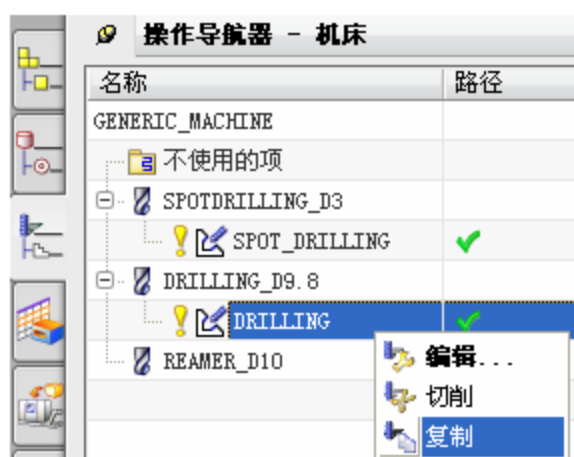

图 7-28
- 单击  生成刀轨，如图 7-28 所示，单击 OK 保存。
- 单击  生成铰孔刀轨，如图 7-28 所示，单击 OK 保存。